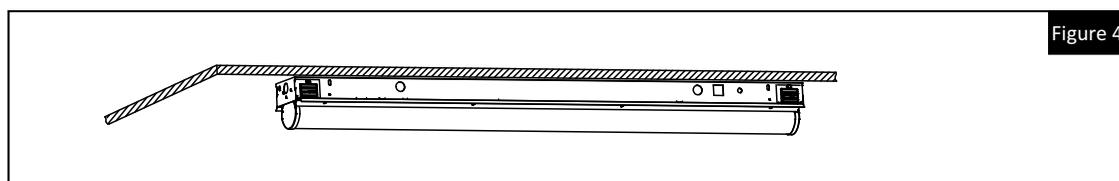

Figure 4
9. Alimentez le luminaire en électricité. **(Fig. 4)**